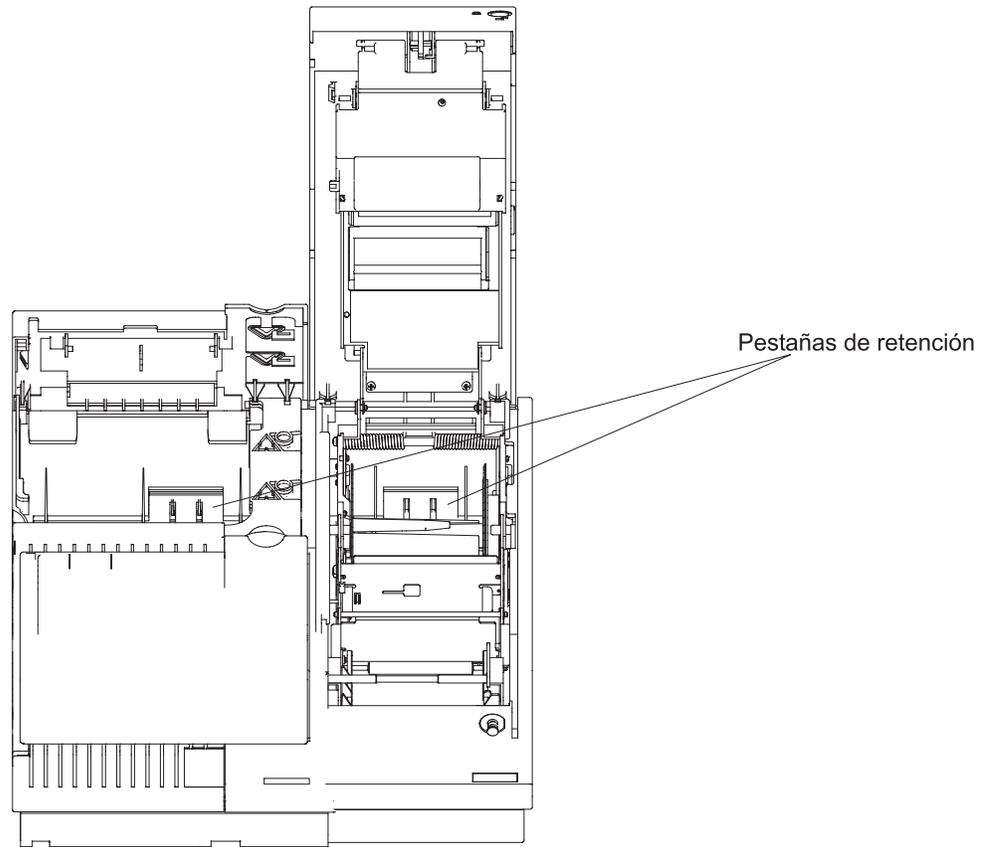

Figura 4-2. Libere las pestaña de retención traseras
1. Asegúrese de que la impresora está apagada apagando el sistema o bien desenchufando la fuente de alimentación de la toma de alimentación de la pared. Consulte la Figura 4-2 en la página 4-5.